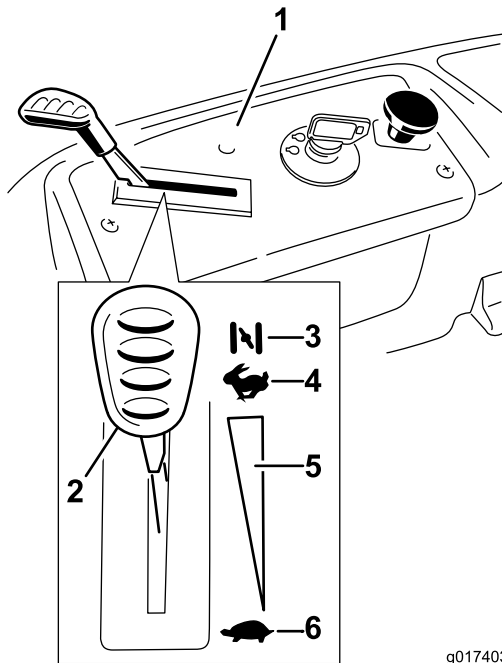

Figura 13
3. Tire del control del estárter hacia arriba antes de arrancar el motor si éste está frío (Figura 13).
2. Ponga el acelerador en Rápido (Figura 13).